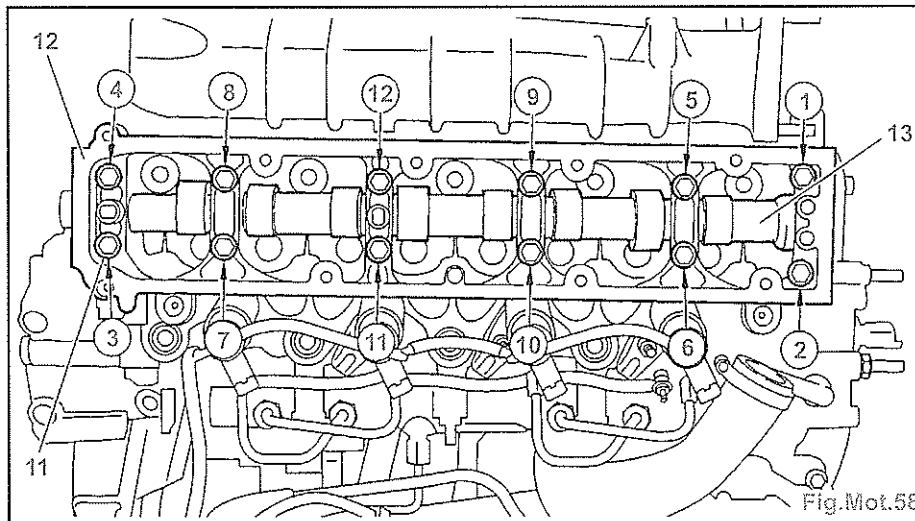
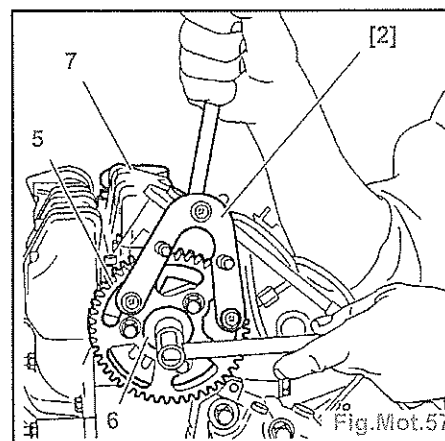

Fig.Mot.58
Fig.Mot.57
- les connecteurs (7).
- le filtre à air (8),
- le raccord (6),
- Déposer (Fig.Mot.57) :
- le moyeu d'arbre à cames (6); à l'aide de l'outil [2],
- la poulie d'arbre à cames (5),
- le couvre-culasse supérieur (7).
- Desserrer les vis (11) (Fig.Mot.58).
- le carter chapeaux de paliers d'arbre à cames (12),